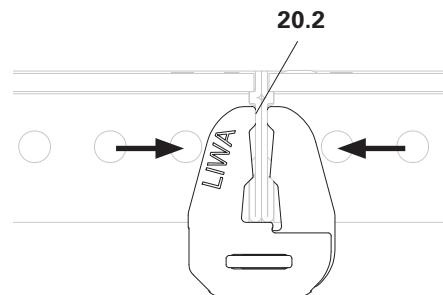

Fig. A5.02
4. Ajustar la cuña con golpe de martillo. (Fig. A5.02 + A5.02a)